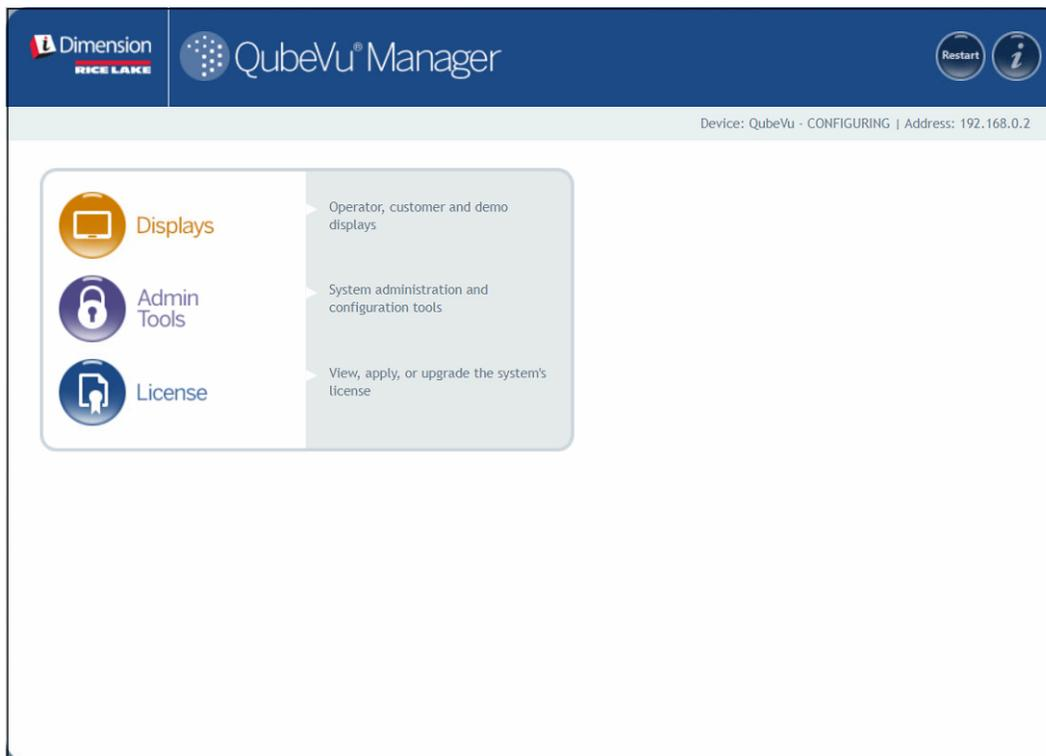

Figura 2-1. Home page di QubeVu Manager
- Selezionare  **Displays** nel menu **QubeVu Manager** (Figura 2-1 a pagina 8) per accedere al menu **Display Pages** (Pagine Display)